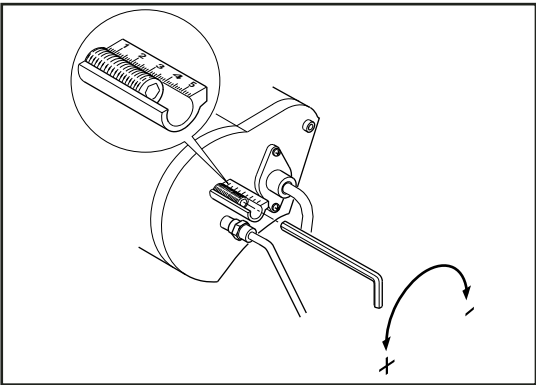

fig 8 - Réglage tête de combustion
5.3.2 - Réglage tête de combustion (fig.8)